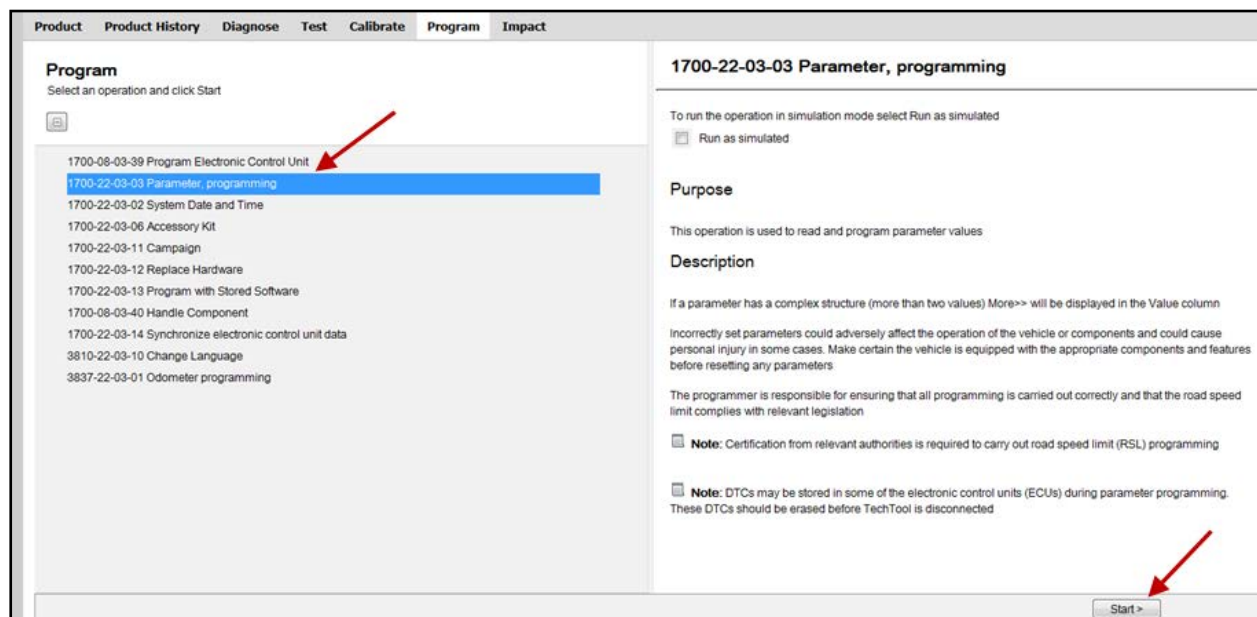

FIGURE 7
- Dans Premium TechTool, sélectionnez l'onglet PROGRAM. Dans l'onglet PROGRAM, sélectionnez l'opération 1700-22-03-03 Parameter, programming, puis cliquez sur START (FIGURE 7).